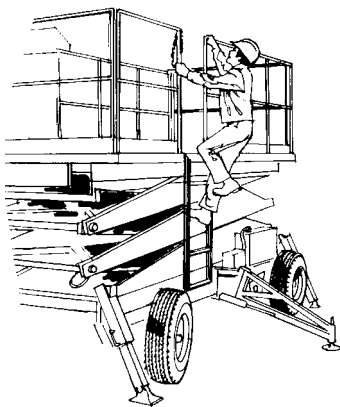

Figure 6.1 : Contact en trois points
- Utilisez trois points de contact et les techniques d'ascension appropriées lorsque vous montez ou descendez de l'appareil (figure 6.1).